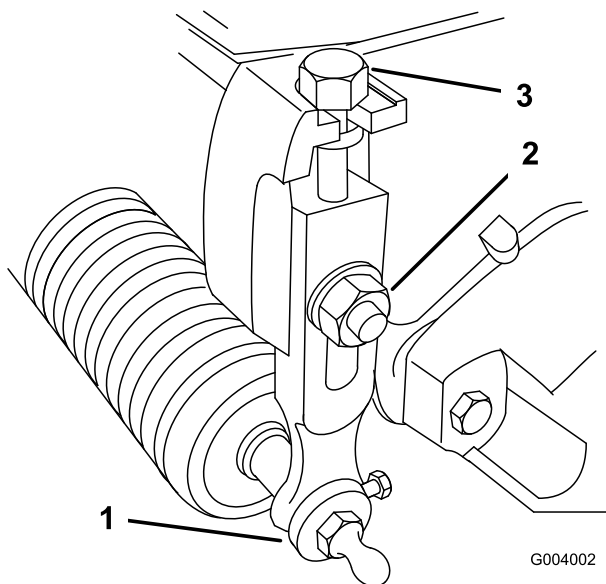

Figura 54
1. Allentate i dadi di bloccaggio che fissano i bracci dell'altezza di taglio alle piastre laterali dell'apparato di taglio (Figura 54).